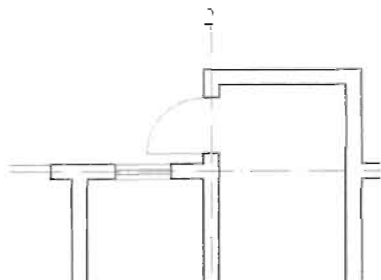

图 5-166
(3) 单击“修改”工具栏的“修剪”按钮, 将与墙线相交的部分删除, 将图形修剪成如图 5-166 所示的样子。